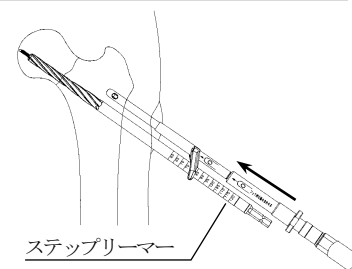

図3
- 3) フックの突出向きを前面に向け，遠位ステップリーマーの軸へフランジ部ロックホールを通し，フランジ部が骨面に密着するまでインプラントを押し込みます。（図3）